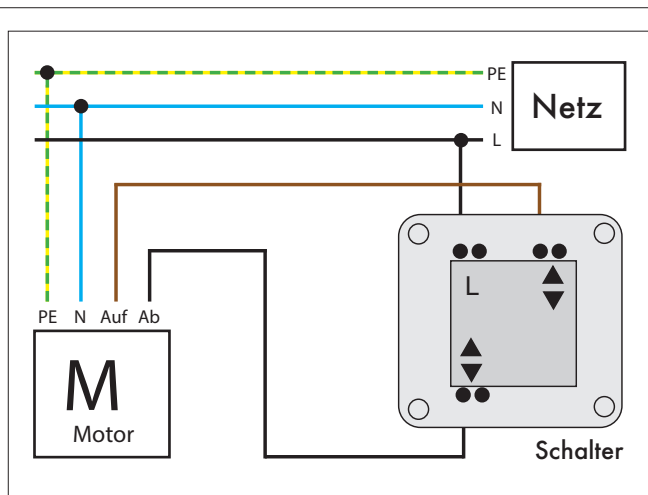

Abb.2 Anschluss Motor mit Jalousieschalter
- 2 Den Motor in Laufrichtung AUF mit Hilfe des Justierschalters in Bewegung setzen. Nachdem der Motor angefahren ist, die grüne Einstelltaste (Taste 1, Abb.2) drücken und gedrückt halten bis die gewünschte obere Endlage erreicht ist. Durch Loslassen der grünen Taste bestätigen Sie den Endpunkt.
- 3 Nun den Motor in Laufrichtung AB mit Hilfe des Justierschalters in Bewegung setzen. Nachdem der Motor angefahren ist, die grüne Einstelltaste (Taste 1, Abb.2) drücken und gedrückt halten bis die gewünschte untere Endlage erreicht ist. Durch Loslassen der grünen Taste bestätigen Sie den Endpunkt.